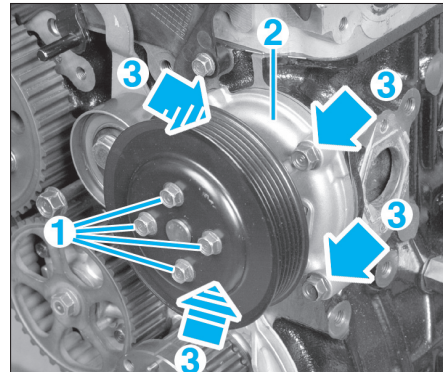

FIG. 21
- Desserrer les vis de fixation (1) de la poulie de pompe à eau (2) (fig. 21).
- les vis de fixation (3) de la pompe à eau puis déposer celle-ci.